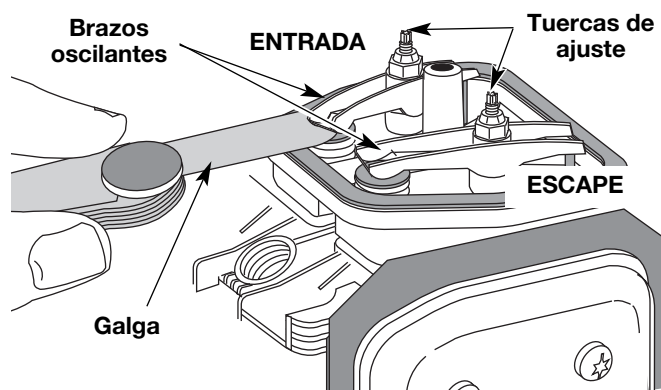

Fig. 43
El huelgo recomendado para las válvulas de entrada y de escape es 0,076 – 0,152 mm (0,003 – 0,006 pulgadas). Use un calibrador regular de automóvil de 0,127 mm (0,005 pulgadas). El calibrador debe deslizarse entre el balancín y el vástago de la válvula con una ligera cantidad de resistencia, sin doblarse (Fig. 43 y 44).
- Deslice la galga entre el brazo oscilante y el resorte de retorno de la válvula. Mida el huelgo entre el vástago de la válvula y el brazo oscilante (Fig. 43). Realice esto en las válvulas de entrada y de escape.